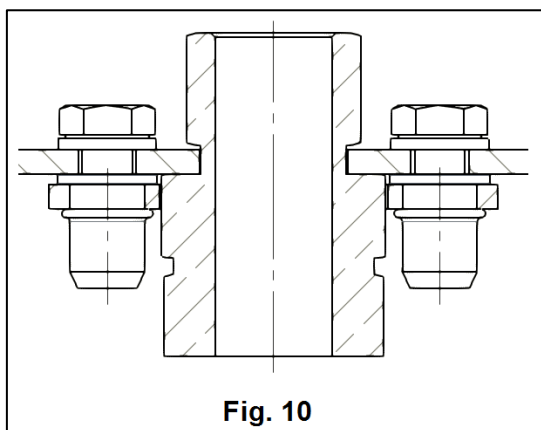
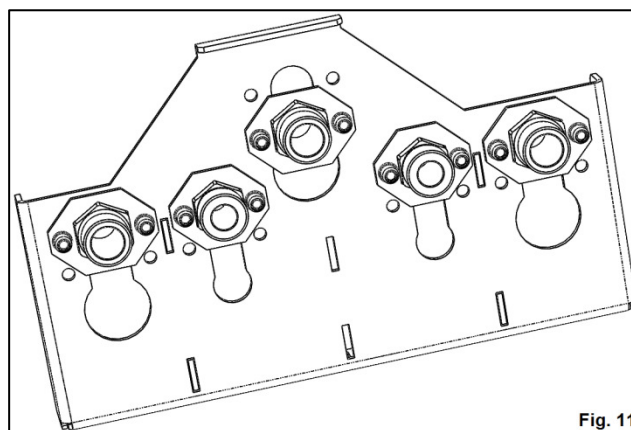

Fig. 10
Fig. 11
7. Se monteaza clemele H si I, pe fata inferioara a placii P, pe tronsonul hexagonal al racordurilor E, F si G, asigurandu-se corespondenta gaurilor din placa P cu pulitele nituite (Fig. 11), prin fixare cu suruburile J si saibele K (Fig. 10). Se va observa corespondenta dimensionala a hexagonului, pentru pozitionarea corecta a racordurilor.